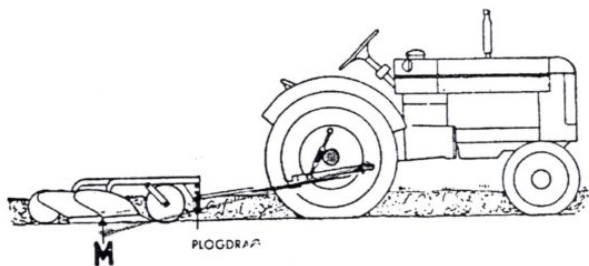

Fig. 20. Réglage de la barre de traction — charrue attelée.
La ligne allant du point d'attache de la barre de traction au point de résistance (M) de l'outil remorqué doit être une ligne droite (voir la ligne rouge, figure 20). Ajuster, à l'aide des vis de réglage, la barre de traction pour qu'elle coïncide avec cette ligne.